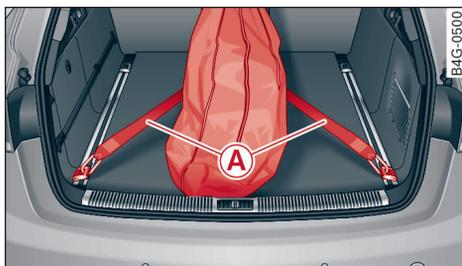

图 108 行李厢：固定滑雪板袋
- ▶ 要在行李厢内固定袋子时，将钩子挂入行李厢内后面的固定环内 ⇨ 图 108。